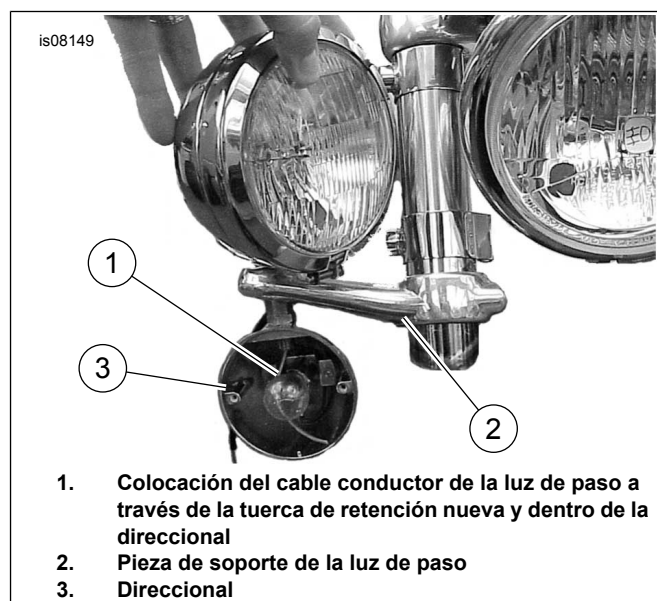

Figura 5. Instalación de la luz de paso en la direccional
14. Vea Figura 5. Pase el cable conductor de la luz de paso a través de la tuerca de retención nueva y dentro de la direccional. Atornille la luz de paso en la direccional. Puede ser necesario aflojar la pieza de soporte de la luz de paso y girar la luz hacia adelante para permitir que tenga la holgura necesaria para girar.
18. Vea Figura 5. Pase el cable conductor de la luz de paso a través de la tuerca de retención nueva y dentro de la direccional. Atornille la luz de paso en la direccional. Puede ser necesario aflojar la pieza de soporte de la luz de paso y girar la luz hacia adelante para permitir que tenga la holgura necesaria para girar.